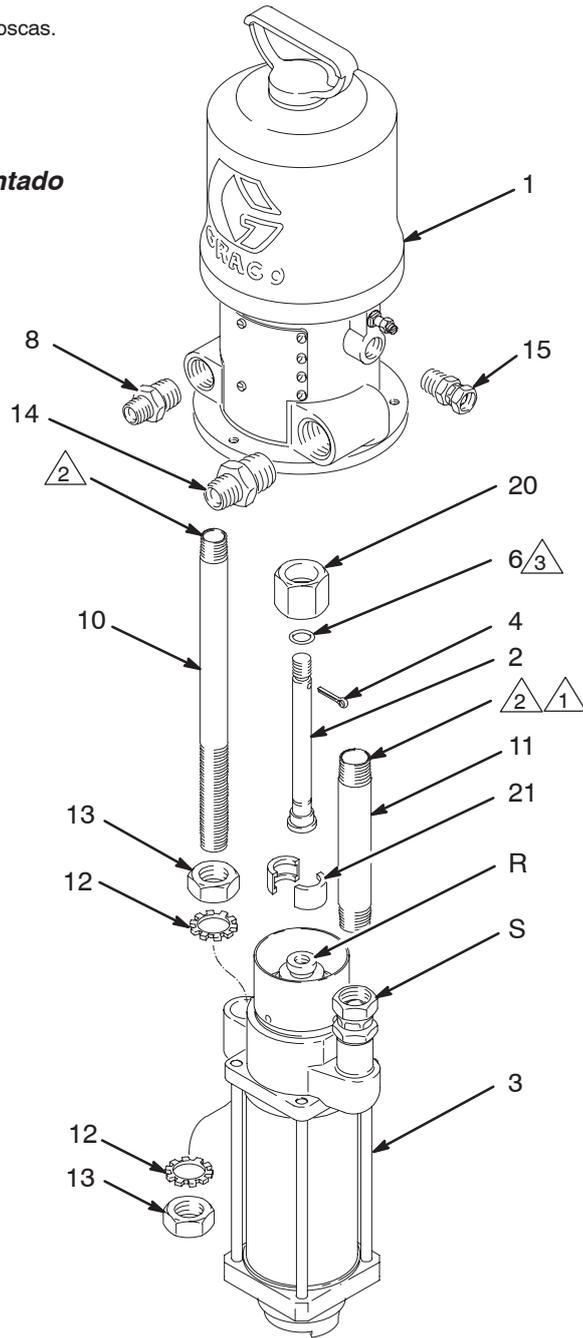

Fig. 4
3. Desenrosque la tuerca de acoplamiento (20) del eje del pistón (R). Retire los collares de acoplamiento (21). Vea la Fig. 4.
4. Desenrosque la contratuerca inferior (13) y la arandela de seguridad (12) del tubo de montaje de retorno (10).
5. Desenrosque la unión giratoria (S) del tubo de montaje de suministro (11).
1. Coloque la base de bomba en los tubos de montaje (10, 11). Enrosque la contratuerca superior (13) en el tubo de montaje de retorno (10) dándole un par de vueltas. Apriete firmemente la unión giratoria (S) en el tubo de montaje de suministro (11). Vea la Fig. 4.
2. Empalme la biela (2) y el eje del pistón (R) juntos; si fuera necesario, ajuste las contratuercas (13) del tubo de montaje de retorno (10) para alinearlos.
3. Coloque los collares de acoplamiento (21) de forma que engranen con la biela (2) y con el eje del pistón (R). Baje la tuerca de acoplamiento (20) sobre los collares de acoplamiento y enrósquela firmemente sobre el eje del pistón.
4. Apriete firmemente las contratuercas (13).
6. Encienda el aire al motor neumático y haga funcionar la bomba lentamente. Ajuste las contratuercas (13) del tubo de montaje de retorno (10) según sea necesario hasta que la bomba funcione suavemente con el mínimo de presión de aire al motor. Apriete firmemente las contratuercas.